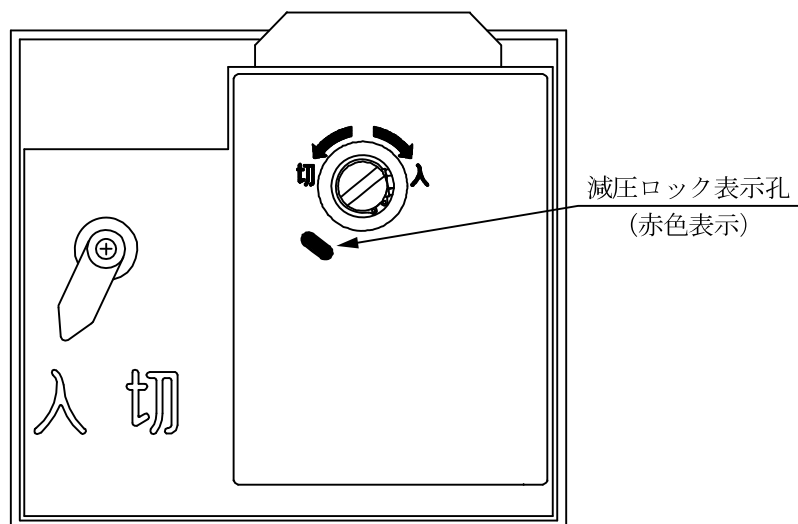

図1
- ①減圧ロック装置は、封入ガス圧力が10～15kPa・G以下に低下すれば動作します。
- ②減圧ロックすれば、図1のように減圧ロック表示(赤色)が出て、ハンドルでの「入」「切」操作ができなくなるため、開閉器の開閉状態は減圧ロック装置動作時点のまま維持します。
- ③制御装置は開閉器より減圧ロックの信号を受け、トリップコイル(TC)の回路を断路します。